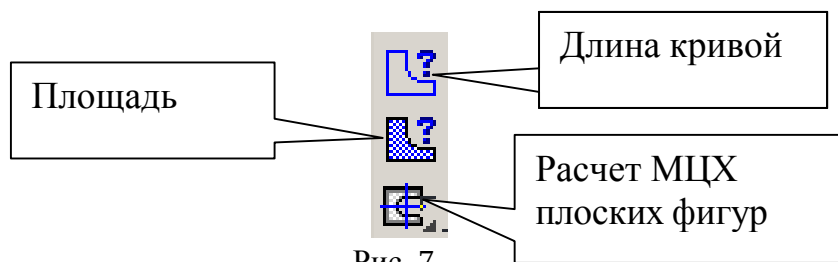

Рис. 7
6. Выполните измерение длины окружности диаметром 20 мм. Для этого активизируйте команду **Длина кривой**, рис. 7, на панели **Измерение** .
Установите курсор на окружность, заданную диаметром 20 мм, и нажмите левую кнопку мыши. Длина окружности появится в таблице результатов. Для определения площади плоской фигуры активизируйте команду **Площадь** (рис. 7), установите курсор внутри замкнутого контура и нажмите левую кнопку мыши. Для определения МЦХ плоской фигуры активизируйте команду **Расчет МЦХ плоской фигуры – Обход границы по стрелке** (практическая работа № 2, п. 2) и вначале определите МЦХ тела, а затем установите курсор на окружность, нажмите левую кнопку мыши и установите в свойствах объекта «Отверстие». Последовательно выполните такие же операции для двух других окружностей.